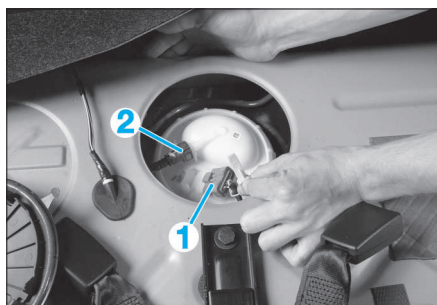

FIG. 16
- Débrancher le connecteur de la pompe (1) (Fig.16).
- Déconnecter le tuyau (2) de carburant en prenant garde aux éclaboussures.